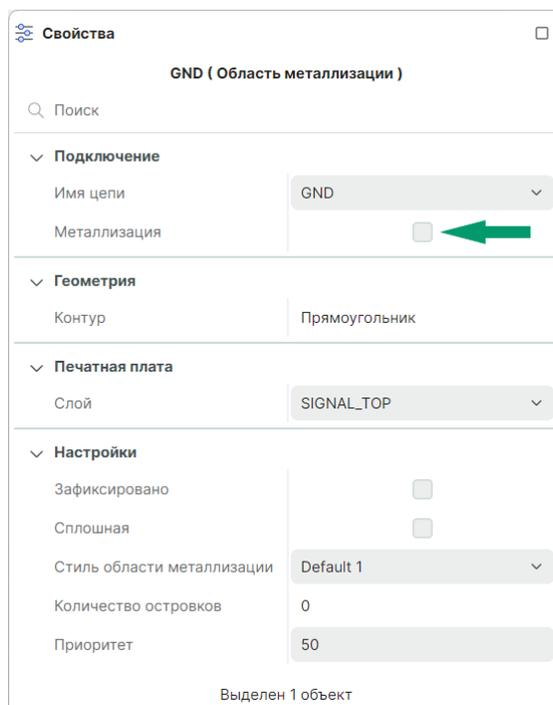

Рис. 456 Отмена заполнения области металлизации
2. Снимите флаг в чек-боксе «Свойства» → «Подключение» → «Металлизация», см. Рис. 456.